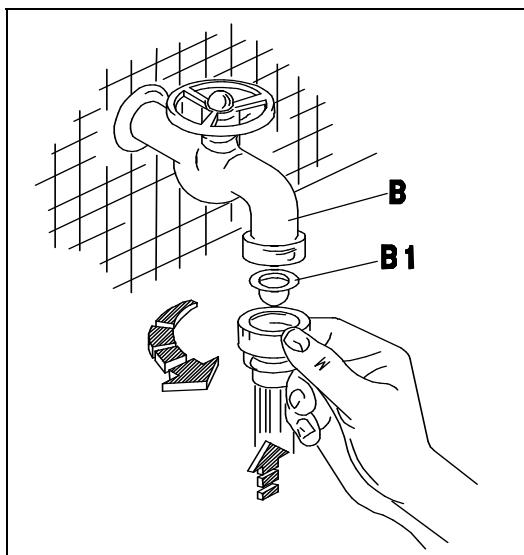
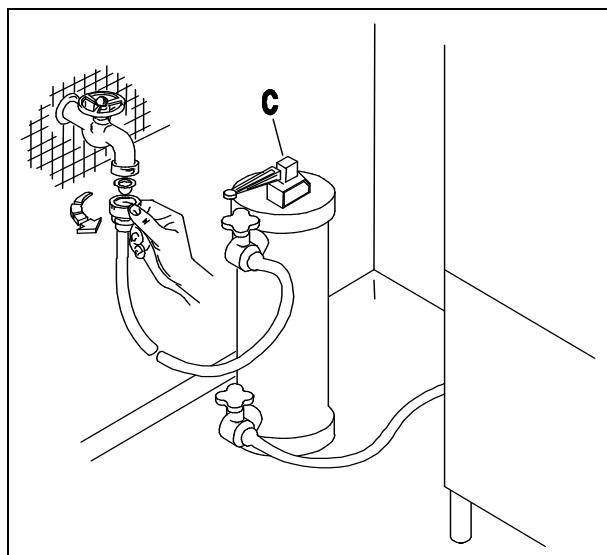
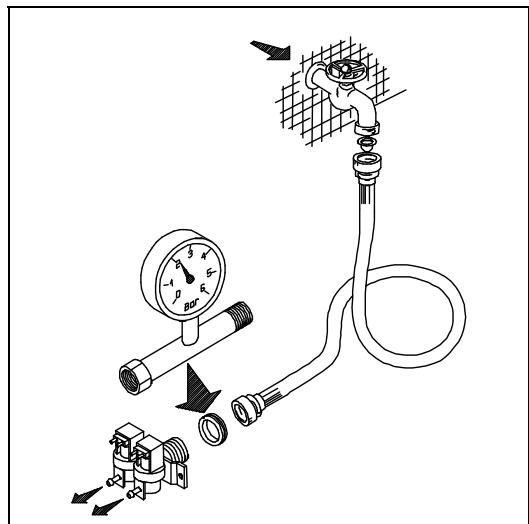
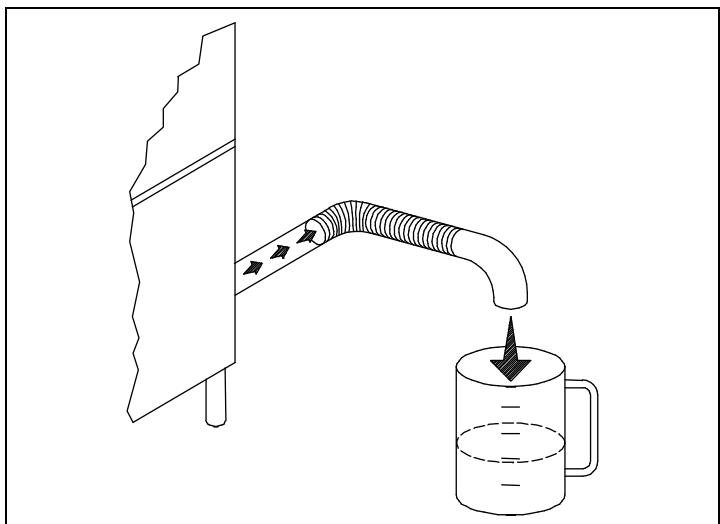

Рис. 2-2
Рис. 2-3
Рис. 2-4
Рис. 2-5
- Прибор предназначен для подключения к системе холодного или горячего водоснабжения (макс. 50÷55°C). При открытом клапане давление в системе должно иметь значение, указанное в Таблице 2-1. Давление необходимо измерять на впуске электромагнитного клапана (см. рис. 2-4). Водопроводные трубы должны иметь внутренний диаметр по меньшей мере 16/18 мм (см. рис. 2-5). Подсоедините подающую водопроводную трубу прибора к запорному крану (B), предпочтительно размещенному рядом с прибором и подходящему для специального фильтра (B1) (см. рис. 2-2). Вверх по потоку от электромагнитного клапана машины рекомендуется установить водоумягчитель (C) (не поставляется) (см. рис. 2-3).
- The appliance is designed for connection to the cold or hot water supply (max. 50 55°C) at a mains pressure with the valve open as shown in Table 2-1. Pressure must be measured at the solenoid valve inlet (see fig. 2-4). The water pipes must have an internal diameter of at least 16/18 mm (see fig. 2-5). Connect the appliance water supply pipe to a cut-out tap (B), preferably placed close to the appliance, fitting the special filter provided (B1) (see fig. 2-2). We recommend fitting a water softener (C) (not provided) upstream from the machine solenoid valve (see fig. 2-3).
- Das Gerät ist für den Anschluss an Warm-und Kaltwasser (max. 50÷55°C) vorgesehen, wobei der Druck bei offenem Ventil dem in Tab2-1. Die Druckkontrolle muss am Eingang des Elektroventils erfolgen (siehe Bild 2-4). Die Wasserleitung muss einen Innendurchmesser von mindestens 16/18 mm aufweisen (siehe Bild 2-5). Den Zulaufschlauch des Gerätes an einen möglichst nahegelegenen Wasserhahn (B) anschliessen und den vorgesehenen Filter (B1) anbringen (siehe Bild 2-2). Der Einbau eines Etkalkers (C) wird empfohlen; dieser gehört nicht zur Ausstattung und muss vor dem Elektroventil der Maschine eingebaut werden. (siehe Bild 2-3).
- L'appareil peut être raccordé à l'eau froide ou chaude (50÷55°C max) à une pression, soupape ouverte, comme indiqué dans le tableau 2-1. Le contrôle de la pression sera effectué à l'entrée de l'électrovanne (voir fig. 2-4). Les conduites d'eau auront un diamètre interne d'au moins 16/18 mm (voir fig. 2-5). Raccorder la conduite d'arrivée de l'eau de l'appareil à un robinet secondaire (B), installé si possible tout près de l'appareil, après avoir intercalé le filtre spécial fourni (B1) (voir fig. 2-2). Nous conseillons d'installer un adoucisseur (C) (non fourni) qui sera monté en amont de l'électrovanne de la machine (voir fig. 2-3).
- Este aparato se puede alimentar con agua caliente o fría (máx. 50 : 55°C); la presión del agua con válvula abierta está indicada en la tabla 2-1; El control de la presión se debe efectuar en la entrada de la electroválvula (véase fig. 2-4). La tubería del agua debe tener un diámetro interior de 16-18 m. por lo menos (véase fig. 2-5). Conecte el tubo de alimentación del agua del aparato a un grifo de paso (B), que irá montado preferentemente muy cerca del aparato, tras interponer el filtro (B1) del equipamiento base (véase fig. 2-2). Es aconsejable instalar un descalcificador (C) (que no forma parte del equipamiento base). El descalcificador irá montado antes de la electroválvula de la máquina (véase fig. 2-3).
- O aparelho é predisposto para ser alimentado com água fria ou quente (máx 50-55°C), com uma pressão, com a válvula aberta, como indicado na Tab 2-1. O controle da pressão deve ser efetuado na entrada da electroválvula (ver figura 2-4). O tubo de água ou mangueira deve ter um diâmetro interno de pelo menos 16/18 mm (ver fig. 2-5). Conectar o tubo de alimentação de água do aparelho à uma torneira de fechamento manual (B), colocada de preferência proxima ao aparelho, conectando o filtro em dotação (B1) (ver fig. 2-2). Aconselha-se a instalação de depurador (filtro) de águas duras (calcário) (C), o qual não é previsto no fornecimento da máquina, montado antes da entrada da electroválvula (ver fig. 2-3).
- Het apparaat is geschikt voor aansluiting op warm of koud water (max. 50÷55°C), met een druk bij geopend ventiel zoals aangegeven in Tab. 2-1. De controle van de druk moet op de ingang van het elektroventiel gecontroleerd worden (zie afb. 2-4). De waterslang moet een inwendige diameter van ten minste 16/18 mm hebben (zie afb. 2-5). Sluit de watertoevoerslang van het apparaat aan op een afsluitkraan (B) die bij voorkeur dicht bij het apparaat geplaatst moet zijn en zet het speciale meegeleverde filter (B1) ertussen (zie afb. 2-2). Er wordt geadviseerd om een waterontharder (C) (niet meegeleverd) te installeren, die vóór het elektroventiel van de machine geplaatst moet worden (zie afb. 2-3).